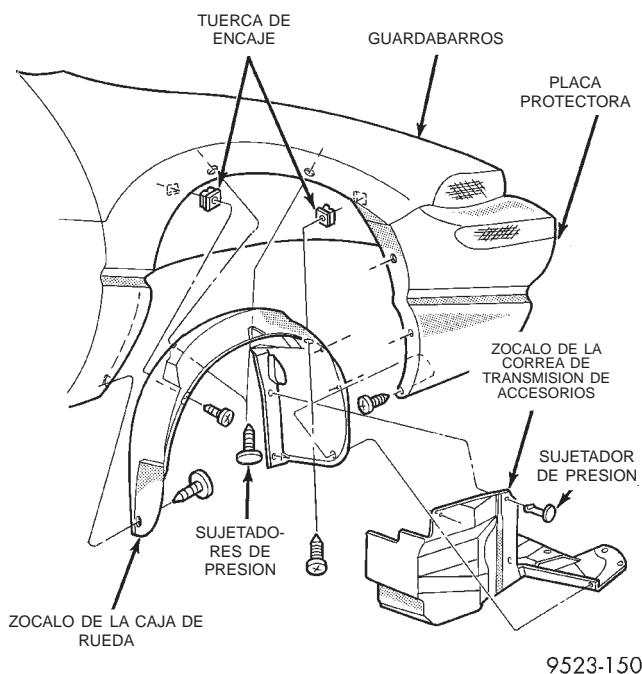

Fig. 16 Zócalo interno derecho
(2) Desconecte y retire la batería y la bandeja de la batería y coloque aparte el Módulo de control del mecanismo de transmisión (PCM).
(3) Drene el sistema de refrigeración. Para informarse del procedimiento, consulte el Grupo 7, Sistema de refrigeración.
(4) Retire la manguera superior del radiador y el módulo del ventilador del radiador. Para informarse del procedimiento, consulte el Grupo 7, Sistema de refrigeración.
(5) Retire la manguera inferior del radiador.
(6) Desconecte los tubos de refrigeración y el tapón de la transmisión automática, si está instalada.
(7) Desconecte el cable del embrague (manual) y la articulación de la palanca de cambios de la transmisión.
(8) Desconecte la articulación del cuerpo de la mariposa.
(9) Desconecte el mazo de cableado del motor.
(10) Desconecte las mangueras del calefactor.
(11) Descargue el sistema de aire acondicionado. Para informarse del procedimiento, consulte el Grupo 24, Calefacción y aire acondicionado.
(12) Eleve el vehículo y retire el zócalo interno derecho (Fig. 16).
(13) Retire las correas de transmisión de accesorios. Para informarse del procedimiento, consulte el Grupo 7, Sistema de refrigeración.
(14) Retire los semiejes. Para informarse del procedimiento, consulte el Grupo 2, Suspensión y eje de transmisión.
(15) Desconecte del múltiple, el tubo de escape.
(16) Retire de la carrocería, la ménsula.
(17) Transmisión manual: retire el amortiguador de celdas al arrancar.